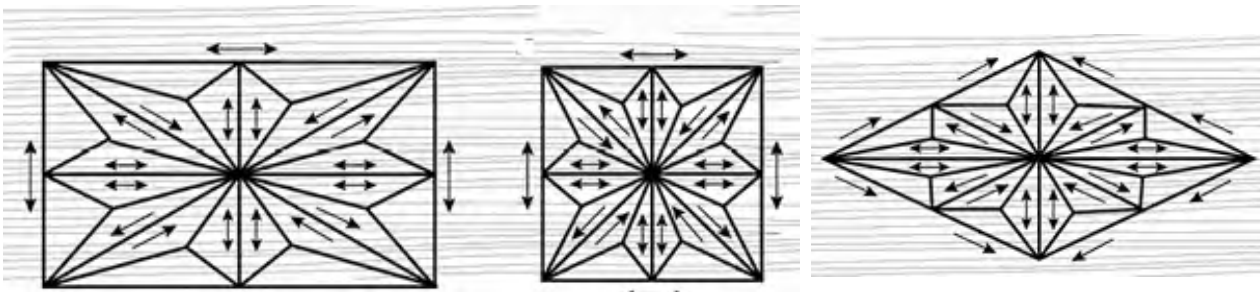

Рисунок 32 - Разметка и направление движения ножа (фон указывает направление волокон древесины)
4. Выполнить разновидности узоров «сияние», ограниченных квадратом, прямоугольником или ромбом (рисунок 32).